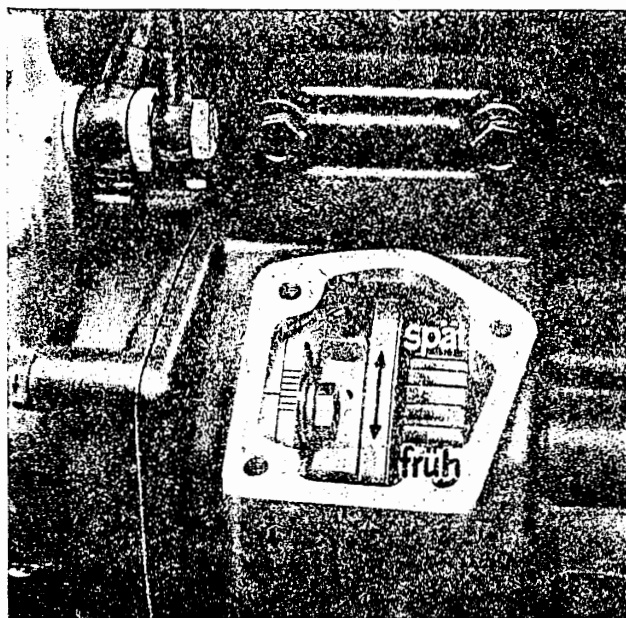

Bild M 136. Korrektur des Förderbeginns an der Einspritzpumpenkupplung
3. Die Korrektur des Förderbeginns wird an der Einspritzpumpenkupplung vorgenommen. Es ist nochmals erforderlich, daß die Kraftstoffförderpumpe mit Flansch demontiert wird. Durch das Lösen der Befestigungsschrauben der Kraftstoffförderpumpe und des Deckels wird die Einstellöffnung frei (Bild M 136).